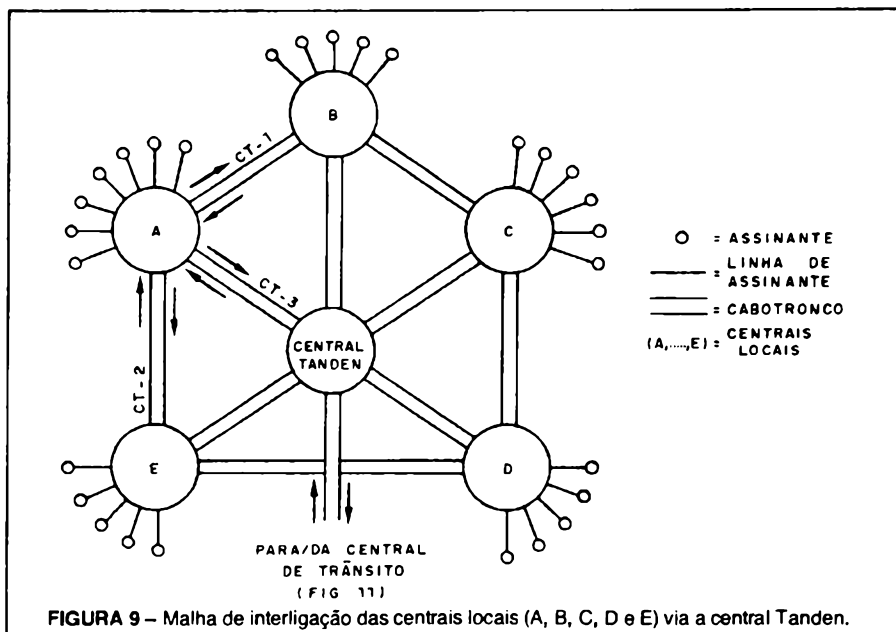
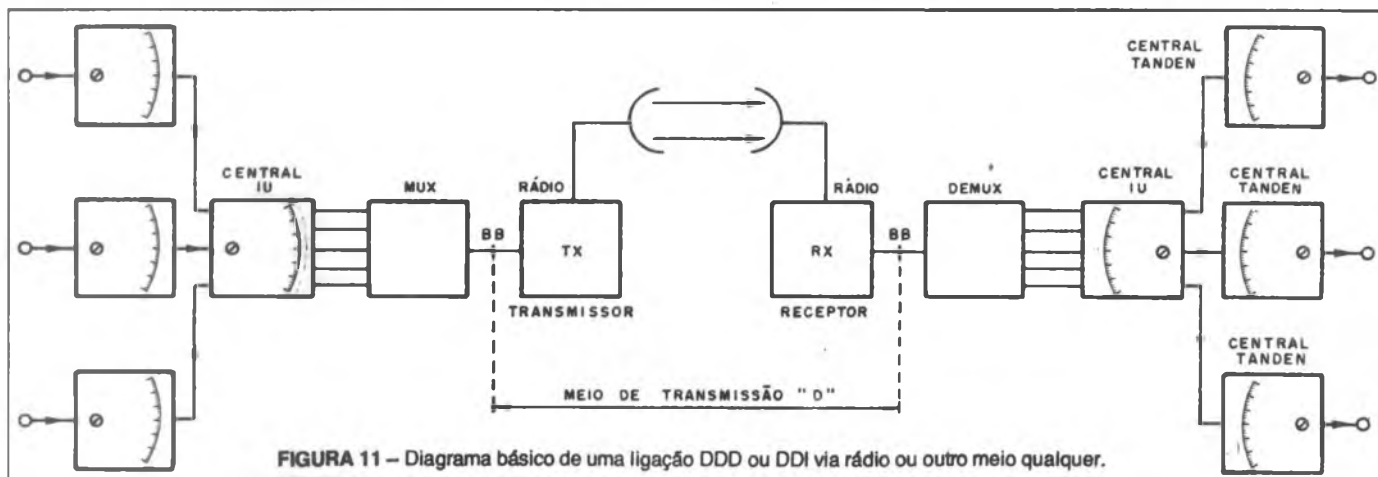

FIGURA 9 - Malha de interligação das centrais locais (A, B, C, D e E) via a central Tandem.
FIGURA 11 – Diagrama básico de uma ligação DDD ou DDI via rádio ou outro meio qualquer.
Central Local - é definida como sendo uma central na qual todos os telefones de uma área limitada estão diretamente ligados. A central é localizada de preferência no centro da malha de maneira que a ligação dos telefones com a central seja a mais curta possível, como se vê na figura 9. As principais funções de uma central local são:
b) encaminhar as chamadas originadas pelos assinantes conectadas a ela para outras centrais localizadas em outras áreas, via cabo tronco ou via central Tandem. (figura 9)
As centrais tandem são conhecidas por centrais "burras", pois como vemos na figura 9 elas só servem para direcionar as chamadas através das rotas alternativas, não tendo nenhum assinante ligado diretamente a elas.
ciona a chamada para uma rota alternativa, com menor volume de tráfego, facilitando a comunicação entre as centrais, como vemos na figura 9.
A central tandem, vista na figura 9, funciona como uma central piloto, selecionando as rotas alternativas para conectar as centrais entre si. A central tandem também permite que todas as centrais locais de uma certa área tenham acesso à central de trânsito ou central IU, através de um único cabo tronco.
As ligações DDD e DDI, geradas nas centrais locais, que estão conectadas à central tandem, são canalizadas através da central trânsito para o meio de transmissão apropriado até atingir o assinante B desejado, como se vê na figura 11. O mesmo caminho é feito na direção oposta pelas chamadas originadas nas outras localidades até atingir o assinante A.
Quando fazemos uma ligação telefônica há duas possibilidades: ou ligamos para um assinante da mesma central, na qual os assinantes A e B estão conectados, figura 7, ou ligamos para um assinante de outra central, localizado na mesma cidade ou em outra cidade via DDD ou DDI. (figura 11)
A troca de informações em MFC, entre centrais, se dá tanto entre centrais da mesma área, com ligação via cabo tronco (figura 9), como nas ligações DDD e DDI, via rádio, satélite ou cabo submarino, figura 11. A comunicação entre as centrais A e B, quando estas estão localizadas na mesma área, se dá através de linha física, na forma de malha.
O encaminhamento da chamada para a central IU é feito baseado no código da área do assinante B chamado. A central IU seleciona um dos canais do MUX (normalmente o MUX tem capacidade para 60, 960, 1800 e 2700 canais de voz), o canal acessado é aplicado à entrada do meio de transmissão "D" de onde é enviado na direção da área B. Já no lado B, o sinal MFC é enviado à central IU, de onde é enviado à central B, onde está conectado o assinante B. O meio de transmissão D, visto na figura 11, pode ser qualquer meio de transmissão como: rádio, satélite, cabo submarino etc. Em todos os casos vistos acima a troca de informações se dá sempre por meio de dois sinais MFC, estes trafegam nas duas direções, ou seja, tanto de A→B como de A←B.